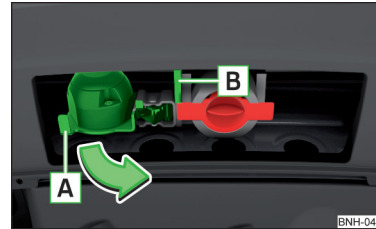

Fig. 122
- › Apucați prizea cu 13 pini **[A]** de mâner și rabatați-o în afară, în sensul săgeții » fig. 122.
- › Desprindeți cablul de tractare al remorcii din inelul de siguranță **[B]** » fig. 122.
- › Apucați prizea cu 13 pini **[A]** de mâner și rabatați-o spre interior, în sens contrar săgeții » fig. 122.